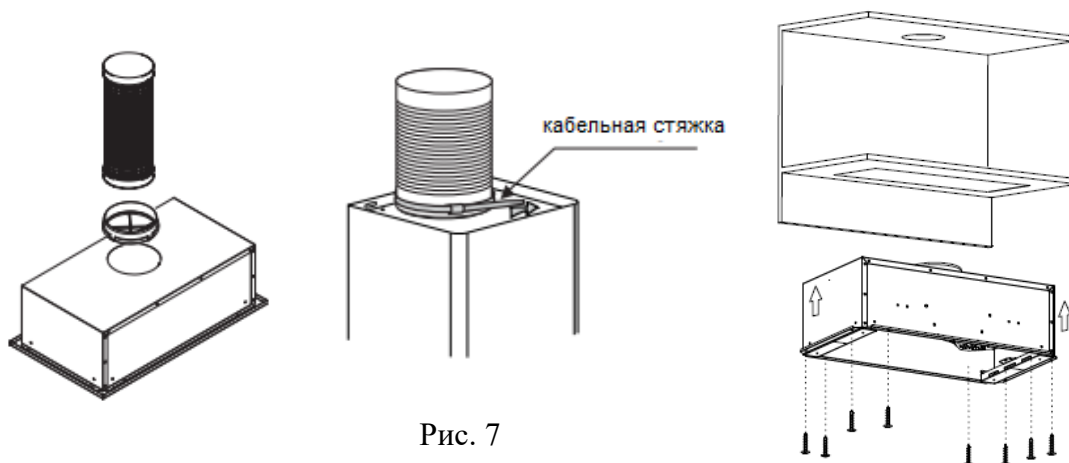

Рис. 7
8. Установите вытяжку в шкаф, закрепив ее шурупами (рис. 7).